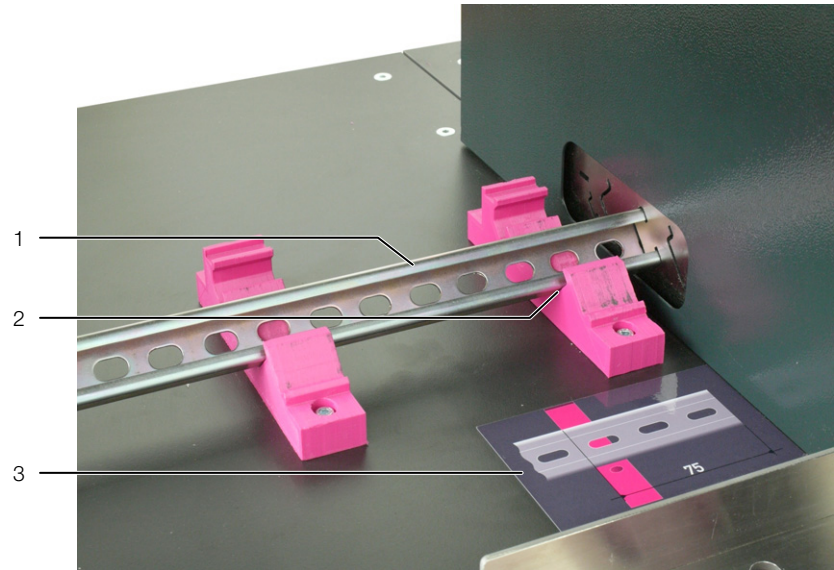

图 14: 将支承轨放到支架上
- 将支承轨放置到根据钻孔图明确显示具体可行分割点的贴纸上（通常位于两个长孔中间，图 14）。